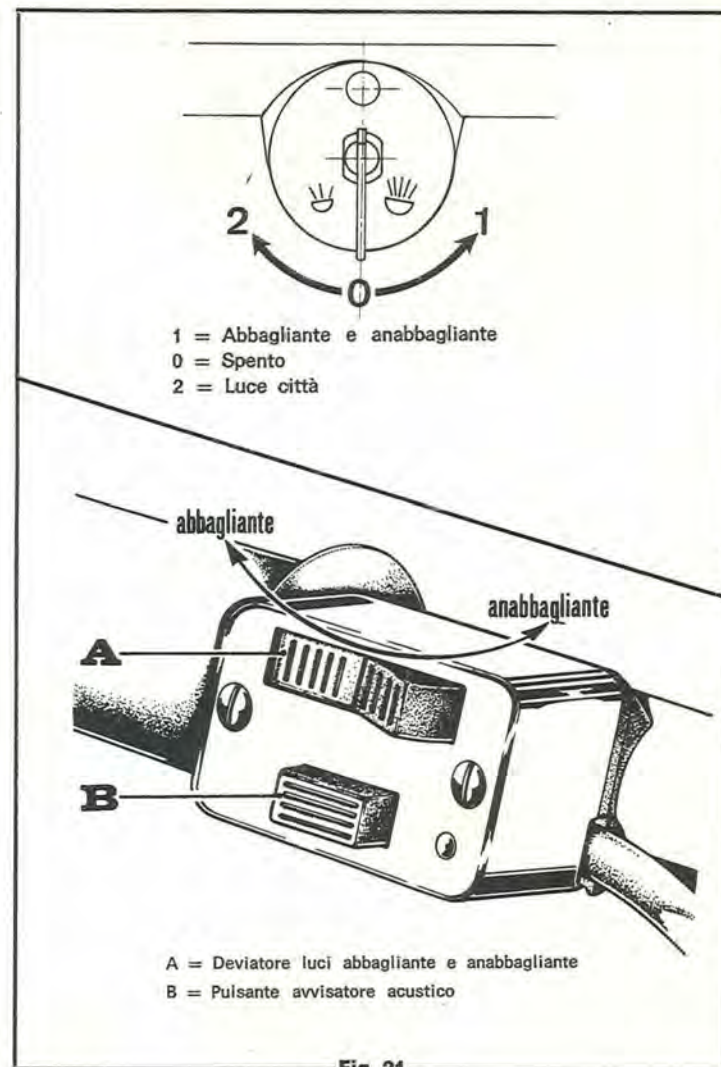

Fig. 21
- n. 1 deviatore luci applicato al manubrio (vedi fig. 21).